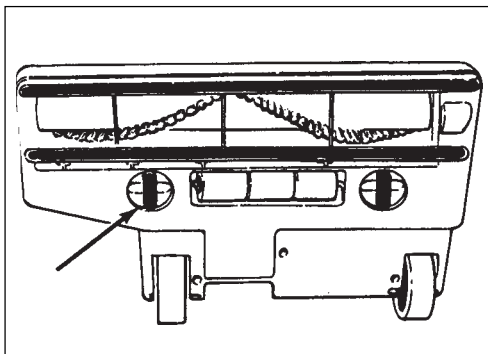

Figure 17
2. Turn the knobs which secure the nozzle plate. See figure 17.
2. Tournez d'un quart de tour les boutonnières de fixation de la plaque de la buse d'aspiration. Voir figure 17.